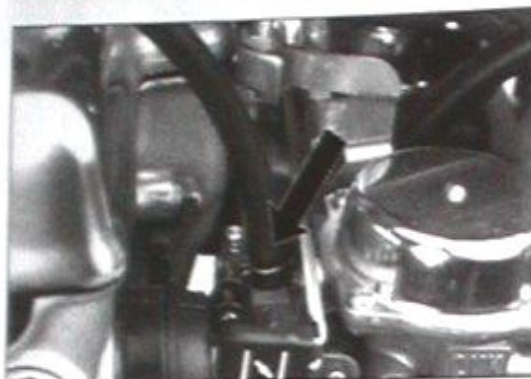

Bild 42
- Durch Drehen der Abgleichschraube (Bild 42) nach rechts oder links (ausprobieren) Gleichlauf zwischen Zylinder 1 und 2 einstellen.